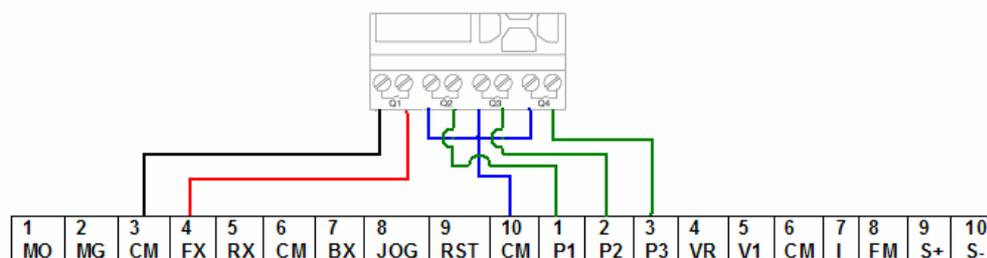

Figura. 6.25. Conexión de salidas del PLC a entradas del VFD
34. Conectar las terminales de salida del PLC a las entradas del VFD como se muestra en la Figura 6.25: